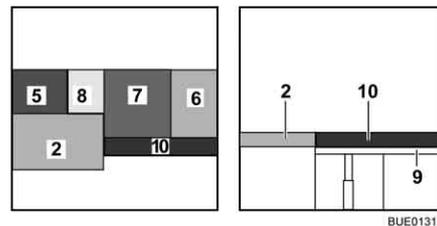

Fig. 132 Après la transformation
- Accrocher la rallonge latérale de lit (Fig. 132,9) dans les supports sur les banquettes.
- Placer le coussin supplémentaire (Fig. 132,10) sur la rallonge latérale de lit.